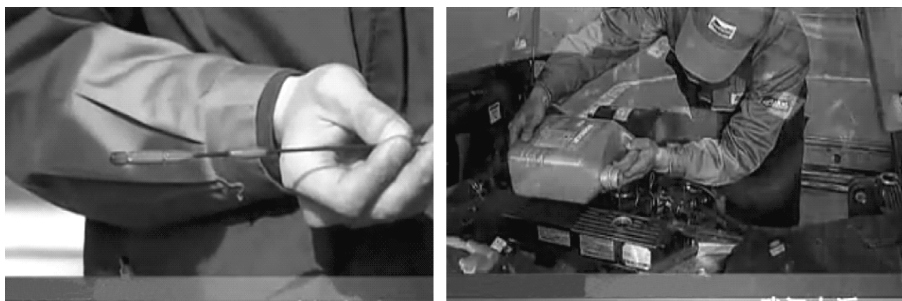

图 3-9 发动机机油检查与更换
5) 在每次起动发动机前，应用油标尺检查油底壳内的油面高度，油面高度在油标尺两刻线之间。要勤加少添，油量不足会加速机油的变质，而且会因缺油引起零件的烧损；内燃机油加注过多，不仅会使内燃机油消耗量增大，而且过多的内燃机油易窜入燃烧室内，恶化混合气的燃烧。如图 3-9 所示。